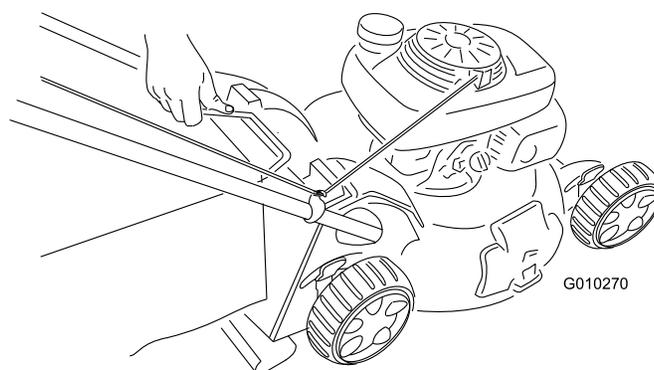

Figura 28
- Sollevate la maniglia del cesto di raccolta estraendola dalle scanalature presenti sulla parte superiore della macchina e staccare il cesto dalla macchina stessa (Figura 28).